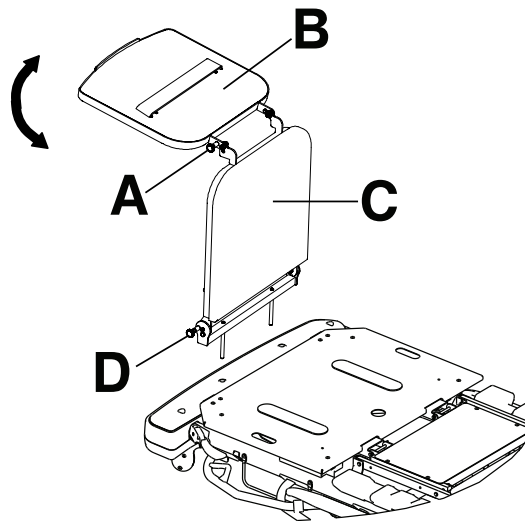

Figura 19 – Vassoio del defibrillatore/ prolunga poggiapiedi
1. Estrarre il pomello superiore (A) (Figura 19).
2. Fare ruotare il vassoio del defibrillatore (B) finché non è orizzontale al di sopra del lato piedi del prodotto. Rilasciare il pomello superiore (A). Assicurarsi che il vassoio del defibrillatore sia bloccato in posizione.
Conversione del vassoio del defibrillatore/ prolunga poggiapiedi in prolunga poggiapiedi (Figura 19)